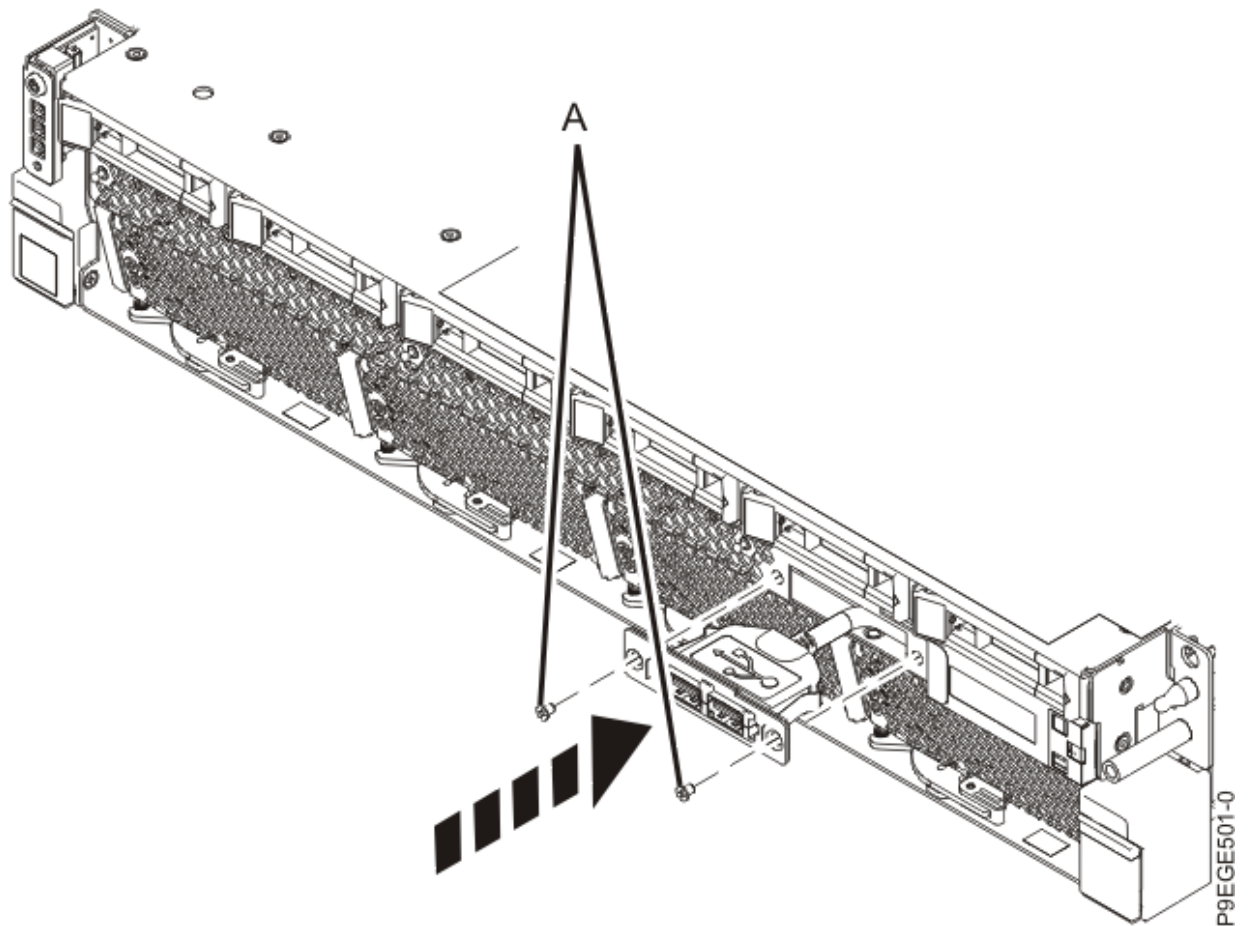

Abbildung 11. USB-Kabel an der Vorderseite einsetzen
3. Führen Sie das USB-Kabel an der Vorderseite in die Öffnung an der Vorderseite des Systems. Bauen Sie die Schrauben **(A)** ein (siehe Abbildung 11 auf Seite 13). Führen Sie das Kabel durch das Chassis und an der rechten Seite des Systemchassis entlang.